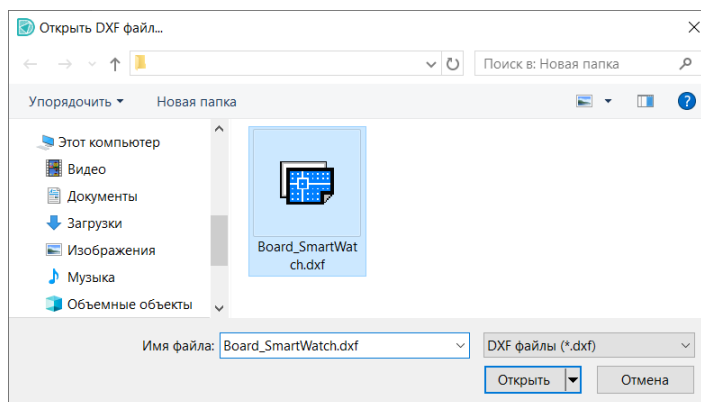

Рис. 7 Окно выбора файла для импорта .dxf
3. Выберите и откройте нужный файл в формате DXF через окно проводника, см. Рис. 7.